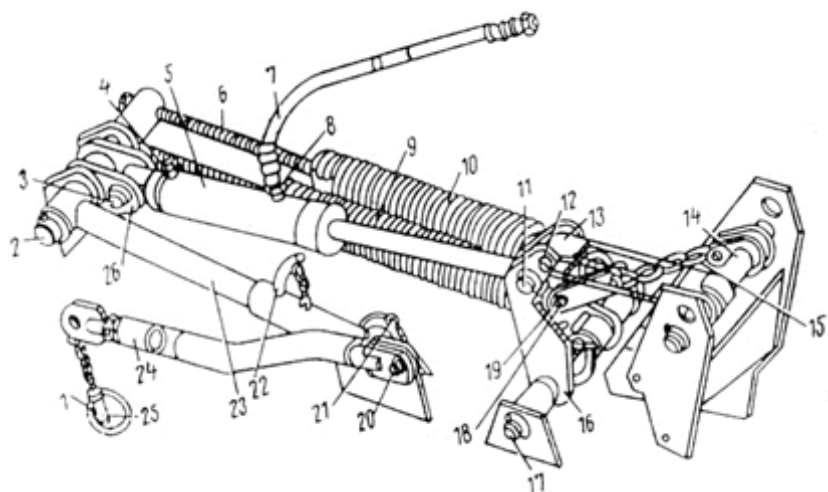

Рис. 10 Механизм уравнивания и гидрооборудования
5.3.4.Регулирование механизма уравнивания режущего аппарата (рис.10).
5.3.6. Регулирование транспортной тяги (рис.10).
- 6.5.** Штырь 22 (рис.10) телескопического стопорного устройства должен быть вынут из отверстия.